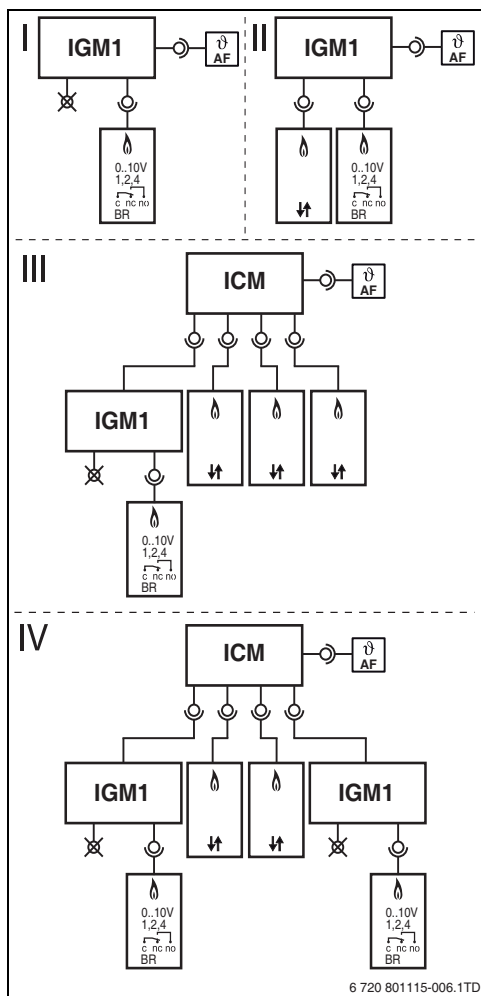

Fig. 3 Configurazioni
Con l'IGM occorre differenziare tra quattro configurazioni di base. Queste rappresentano le possibilità dell'IGM nel sistema. In tutte le configurazioni la sonda di temperatura di mandata compresa nella fornitura (VF) può essere usata come sonda di temperatura di mandata dell'impianto (VF in alternativa alla PFO), qui vengono descritte le 4 configurazioni di base (→ fig. 3):